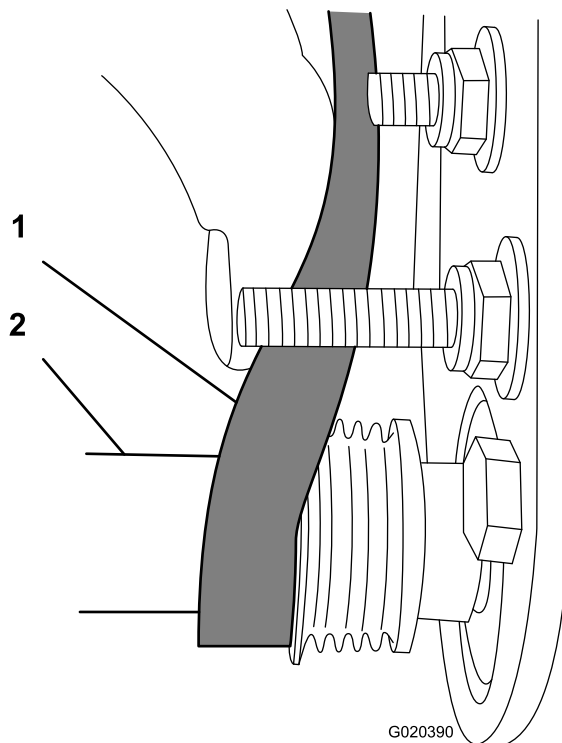

Figure 12
- Avec une clé à douille profonde de 9/16", tournez la brosse et guidez la courroie sur la poulie menée (Figure 12).